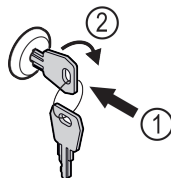

Fig. 165
- ▶ Вставьте ключ. Fig. 165 (1)
- ▶ Поверните ключ на 90° по часовой стрелке. Fig. 165 (2)